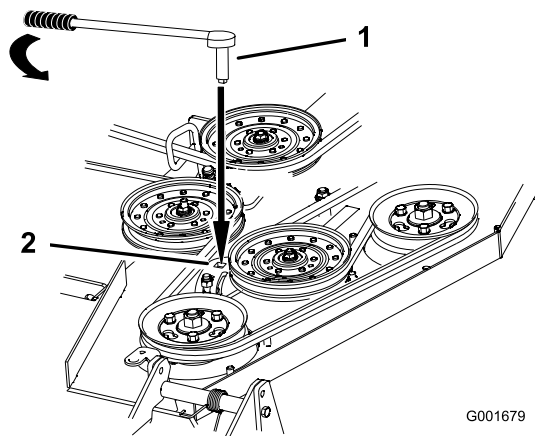

Figure 45
7. Insérez une douille courte avec manche à rochet ou une barre de levier dans le trou carré du bras de la poulie de renvoi fixe (Figure 45).